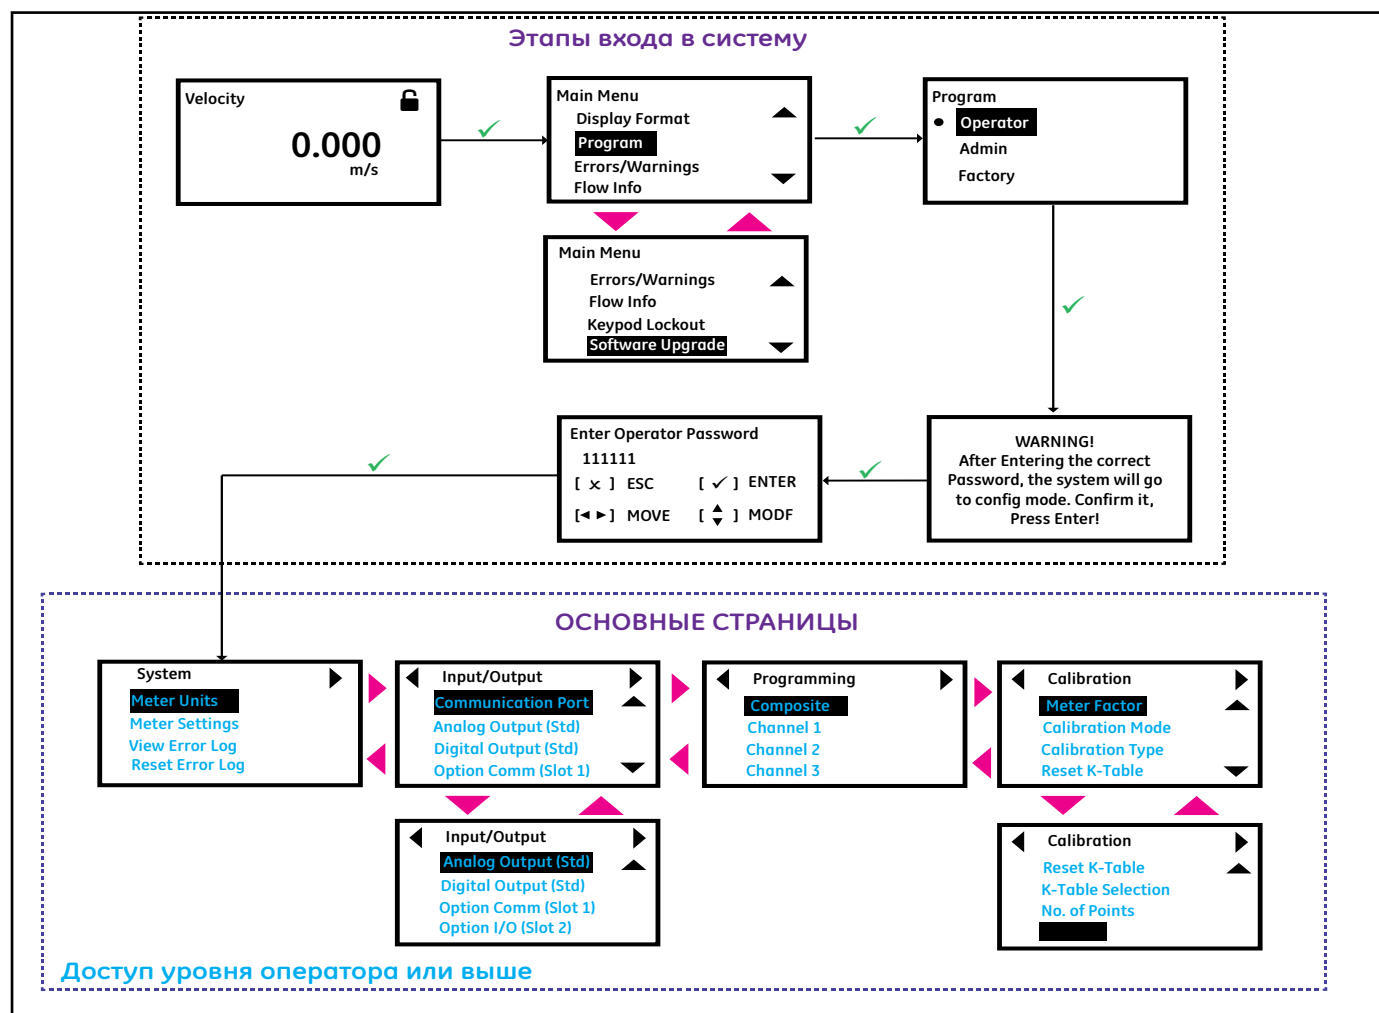

Рис. 38. Шаги для входа в систему и основные страницы
5. После выполнения шагов для входа в систему вы увидите основные страницы, как показано на Рис. 38. Для переключения между страницами нажимайте [◀] или [▶], а для прокрутки пунктов меню на странице нажимайте [▲] и [▼].